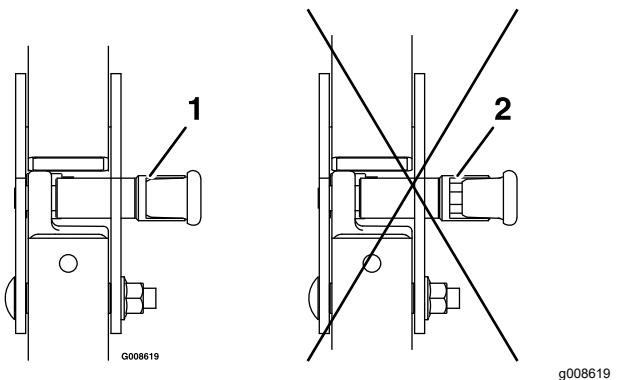

Bild 9
1. Heben Sie den Überrollbügel in die Betriebsstellung an und drehen die Handräder, bis sie sich teilweise in den Schlitten bewegen (Bild 9).
2. Klappen Sie den Überrollbügel ganz hoch und drücken Sie gleichzeitig auf den oberen Überrollbügel, damit die Stifte einrasten, wenn die Löcher mit den Stiften ausgefluchtet sind (Bild 9).
3. Drücken Sie auf den Überrollbügel, um sicherzustellen, dass beide Stifte einrasten (Bild 9).